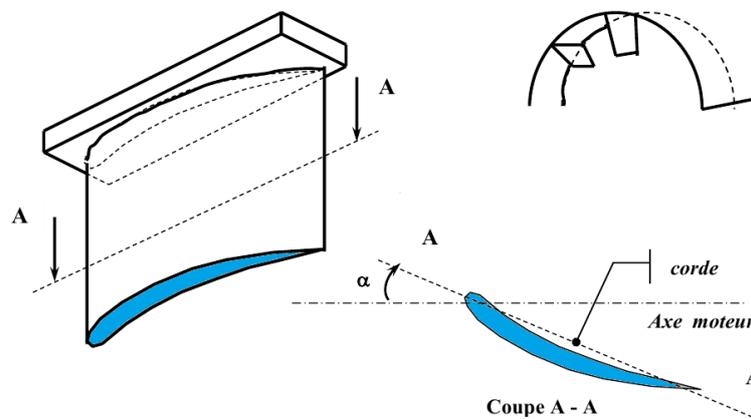

Figure 5.
- Grille d'aube fixe (stator), voir figure 5.